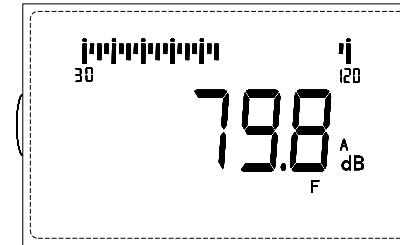

图5
- 1) 按计权按钮使显示器显示“C”, LCD上显示的就是“C”声级的测量值。按“计权”按钮使显示器显示“Lin”, LCD上显示的就是“线性声压级”的测量值。见图5。
3) 时间计权快 (F)、慢 (S) 的选择一般采用快档“F”，如果读数变化较大，可采用慢档“S”时间计权。见图5。